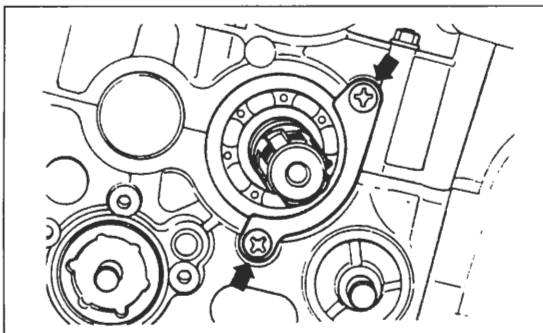

Bild 228
● Im Kupplungsgehäuse zwei Lagerschildschrauben der Hauptwelle ausdrehen, siehe dazu Bild 227 und, nach Entfernen der Verschluss-Schraube ① Bild 228, am oberen Kurbelgehäuse Befestigungsschraube (mit Innensechskantschlüssel), Befestigungsmutter und sechs Motorgehäuseschrauben (von oben) aus-